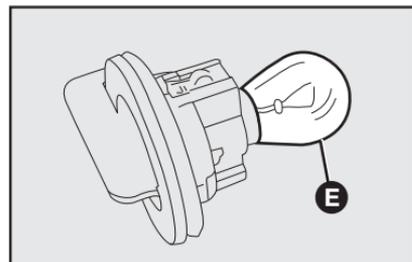

fig. 15
- 2) Retirar a lâmpada **E-fig. 15**, empurrando-a um pouco e girando-a em sentido horário.